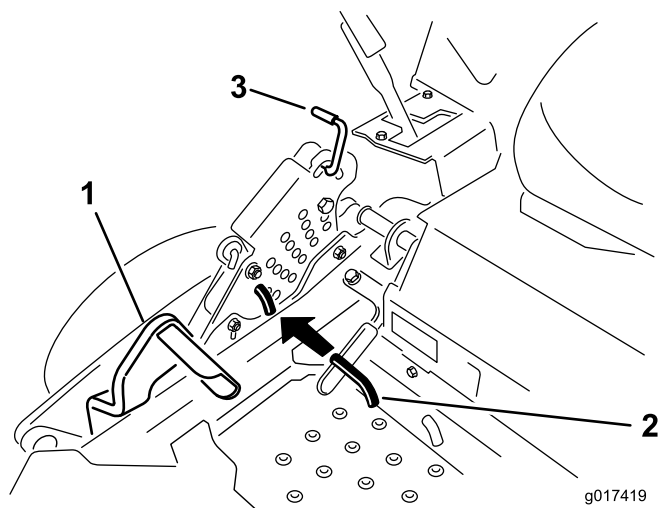

図 24
2. デッキ昇降ペダルを踏み込んでデッキを移動走行位置まで上昇させるこれは刈高 14 cm の位置と同じ図 24。
3. 刈高ピンを 90 度回転させて刈高ブラケットから抜き取る図 24。
4. 刈高ブラケットについている穴から、希望する刈高に対応する穴を見つけ、その穴にピンを通す図 24。